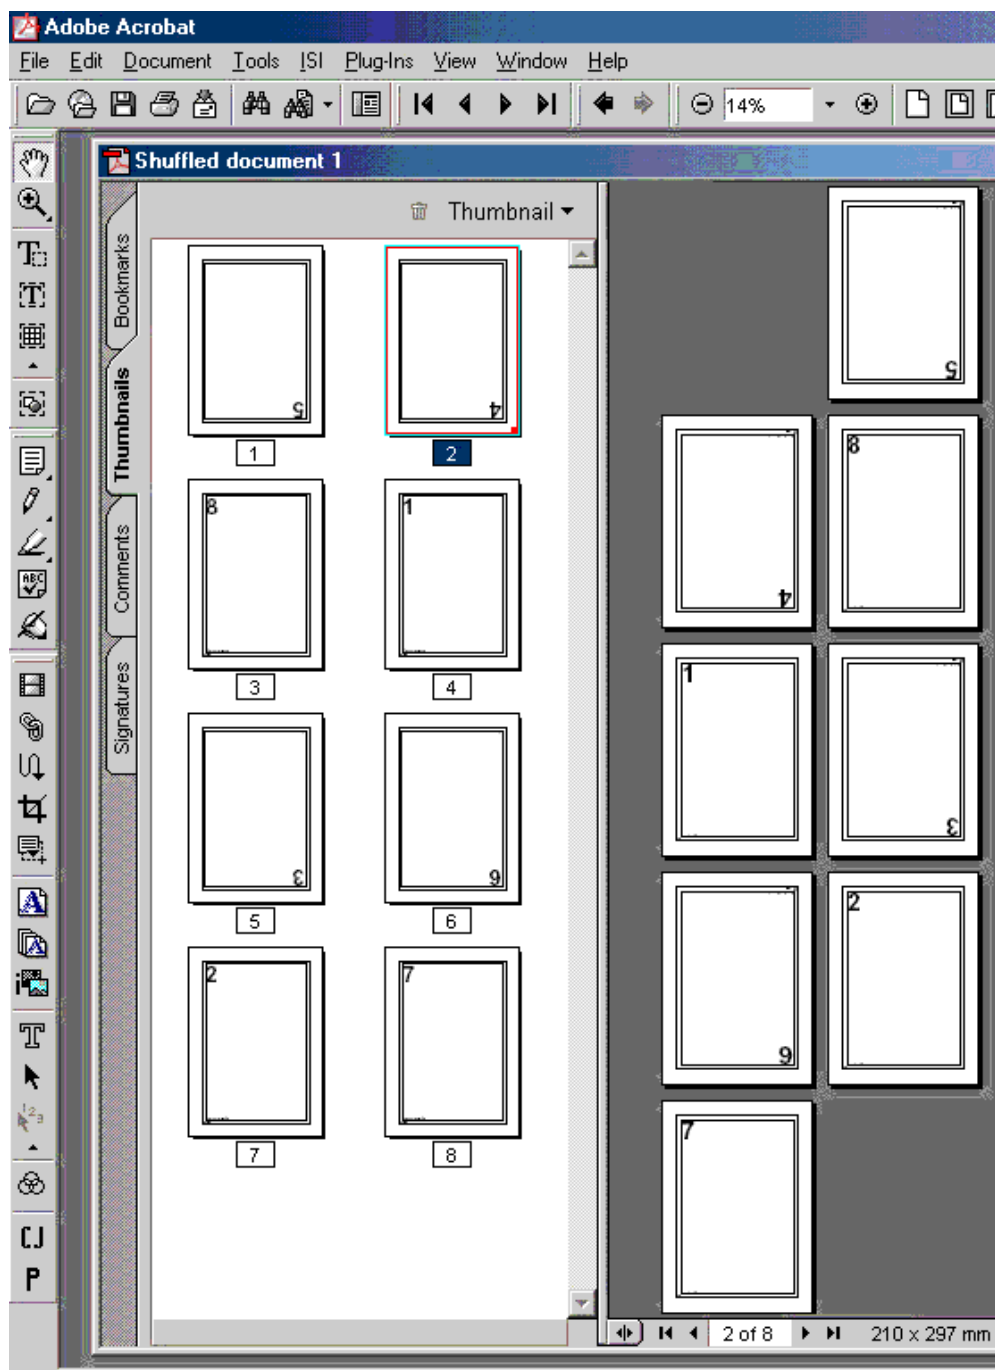

Рис. 18
- если в схеме раскладки все устраивает, возвращаемся в предыдущее окно и жмем **Ok** – **Quite Imposing Plus** создаст новый документ с заданным расположением страниц (Рис. 18)
Для наглядности на рис. 18 слева от основного окна показаны миниатюры страниц. Обратите внимание, что в списке миниатюр первая пара страниц повернута «вверх ногами», а каждая последующая пара развернута относительно предыдущей на 180°.